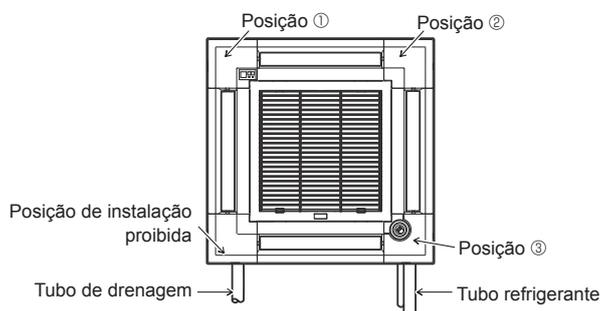

Fig. 9-11
Certifique-se de que os fios não ficam presos na tampa da caixa elétrica. Instale o painel de canto do recetor de sinal no painel e fixe-o com o parafuso. O painel de canto do recetor de sinal não pode ser instalado no lado do tubo de drenagem da unidade principal. (Consulte a Fig. 9-11)
- O painel de canto do i-see Sensor deve ser fixo na grelha ① com o parafuso ③.
- * Se a posição do i-see Sensor tiver sido alterada da posição predefinida (posição 3) para outra posição, altere as definições da função. (Consulte a página 138 e a Fig. 9-11)
- O painel de canto do i-see Sensor não pode ser instalado no lado do tubo de drenagem da unidade principal. (Consulte a Fig. 9-11)